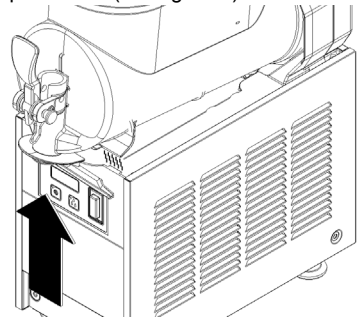

figure 5
**2** Démontez le réservoir en poussant légèrement sa partie inférieure (côté robinet) vers le haut pour en libérer les crochets inférieurs (voir figure 5) et en le faisant ensuite